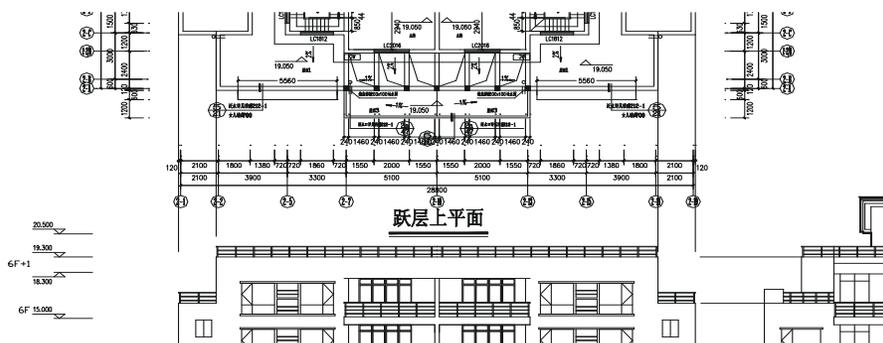

图 12-1-35
**STEP 27** 使用镜像命令 MIRROR (MI) 将其镜像一份放在右边，如图 12-1-35 所示。